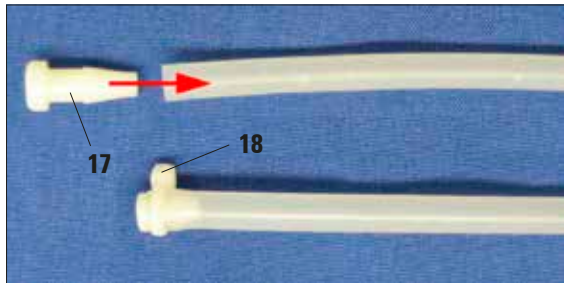

Fig. 27
Si seulement une ou deux stations de lavage sont requises, les tuyaux non utilisés doivent être fermés avec un bouchon (17), voir fig. 27.
- Pour cela, enfoncez complètement le bouchon en le tournant dans l'extrémité du tuyau et le bloquer avec un serre-câble (18).